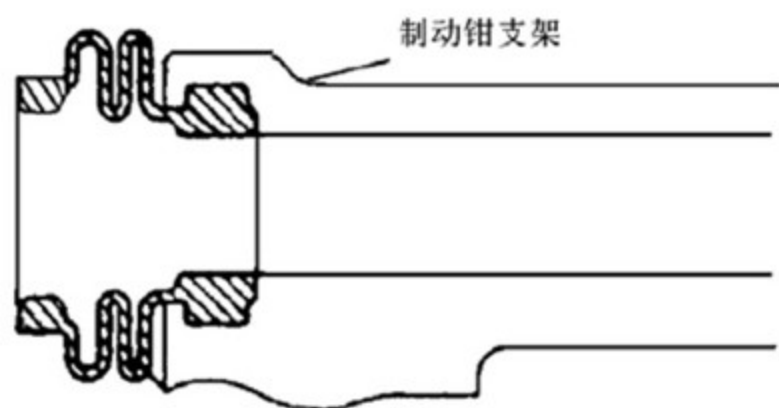

图 3—25
7) 拆卸后制动钳导向销防尘套。从后制动钳支架上拆下2个防尘套，如图3—25所示。